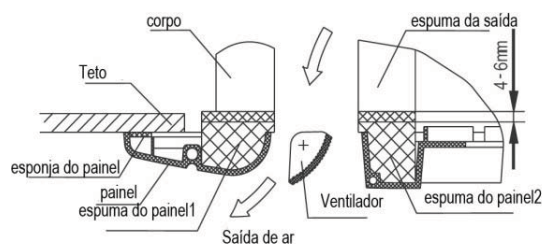

Fig.1-11
- Aperte os parafusos sob os ganchos do painel, até que a espessura da esponja entre o corpo e a saída do painel seja de 4~6mm. A extremidade do painel deverá ficar em contacto com o teto. (Consulte a Fig. 1-11)